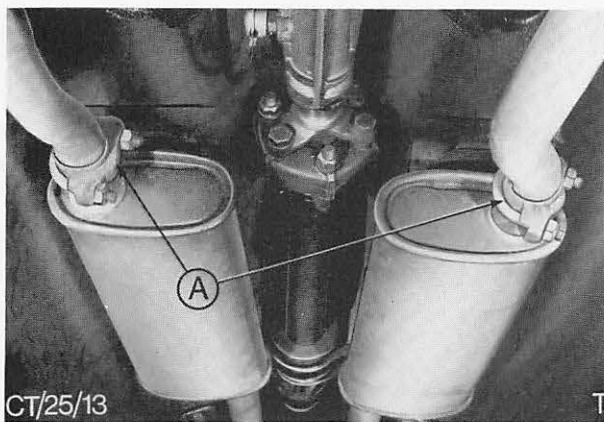

Abb. 20 A = Klemmschellen
9. Beide Vorderrohre und Vorschalldämpfer zusammensetzen und Klemmschellen lose vormontieren, Abb. 20.